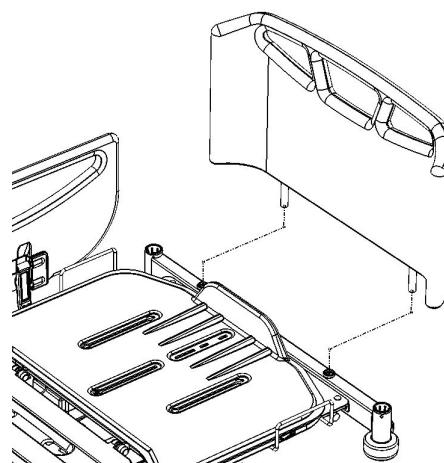

Abbildung 17 – Entfernen oder Ersetzen des Fußteils
2. Die Griffe fassen und das Fußteil gerade nach oben und vom Produkt weg heben (Abbildung 17).
2. Die Dübel des Fußteils mit den Kunststoffhülsen am Fußende des Produkts ausrichten (Abbildung 17).
3. Das Fußteil herablassen, bis es in den Kunststoffhülsen sitzt (Abbildung 17).